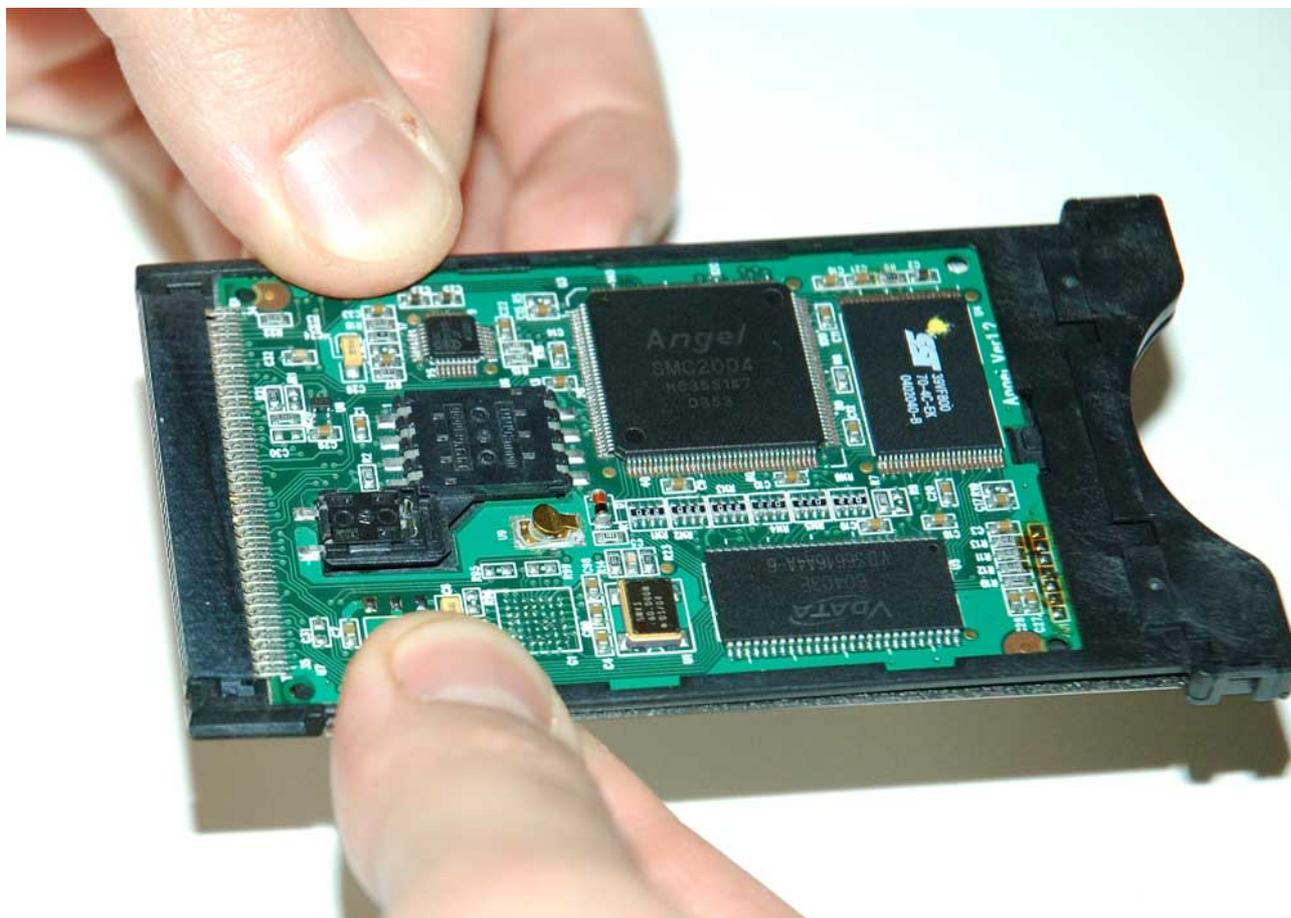

Fig. 38
- Juntar os elementos em todos os pontos (Fig. 38):